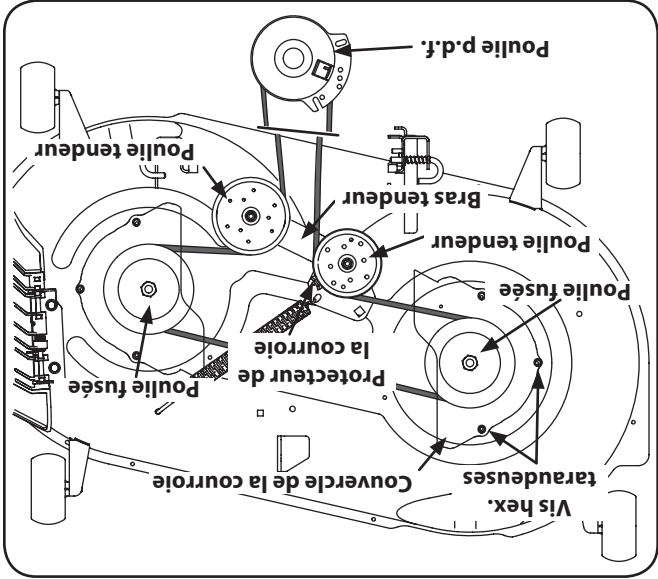

Figure 7-9
5. Installez la courroie neuve sur les poulies à fusée, comme sur les illustrations. Remettez les carters des courroies en place. Voir la Figure 7-9.
7. Faites passer la courroie comme la Figure 7-9 le montre, puis remontez le plateau de coupe (Voir le chapitre « Installation du plateau de coupe », à la page 26).
2. Enlevez les vis hex. taraudeuses qui maintiennent les carders des courroies en place. Voir la Figure 7-9.